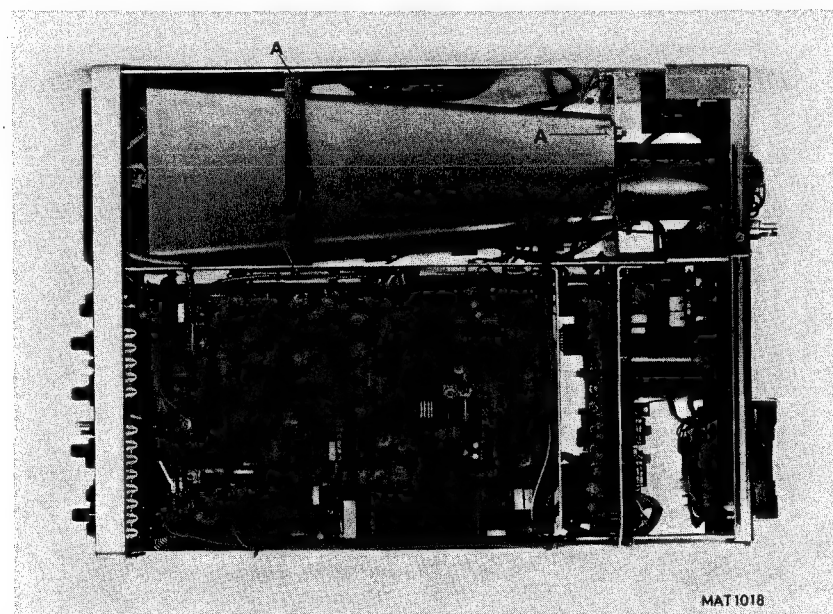

Fig. 6.9.
- Unscrew 4 screws A fig. 6.9.